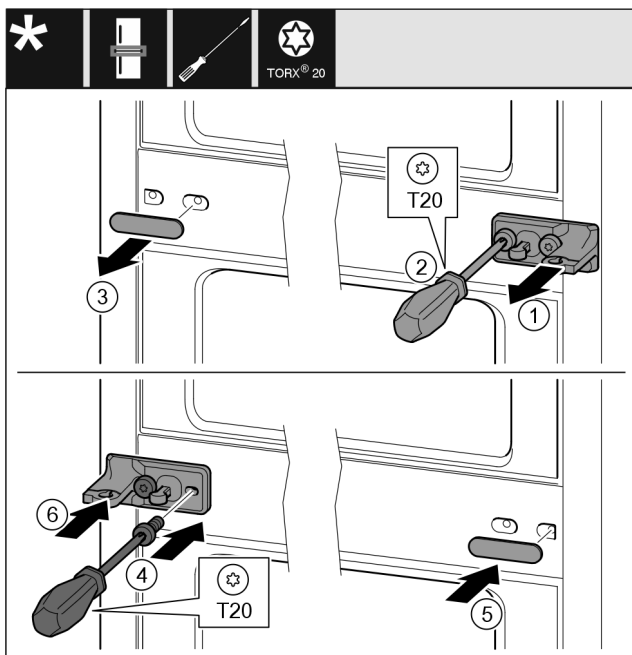

Fig. 43
- Stáhněte podložku Fig. 43 (1).
- Šroubovákem vyšroubujte šrouby Fig. 43 (2).
- Opatrně stáhněte kryt Fig. 43 (3).
- Stojan ložiska s fólií Fig. 43 (4) otočený o 180° pevně přišroubujte na druhé straně.
- Kryt Fig. 43 (5) otočený o 180° připevněte na druhé straně.
- Zepředu nasuňte podložku Fig. 43 (6).